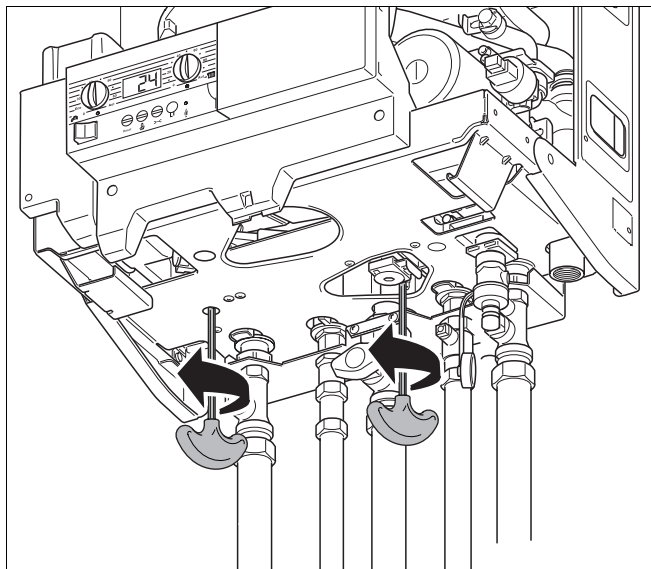

Abb. 50 Schrauben vom Plattenwärmetauscher entfernen
- Beide Schrauben des Plattenwärmetauschers entfernen (Abb. 50).